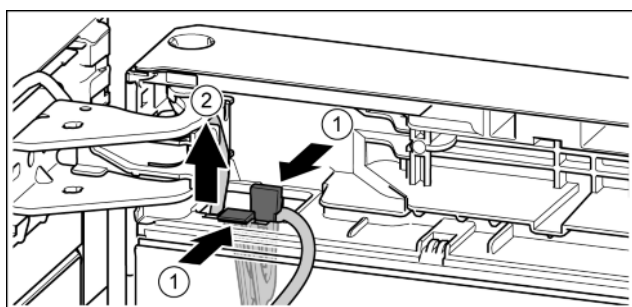

Fig. 22
- ▶ Tegen las drukken. Fig. 22 (1)
- ▶ Kabelhouder met de hieraan bevestigde kabel eruit trekken. Fig. 22 (2)